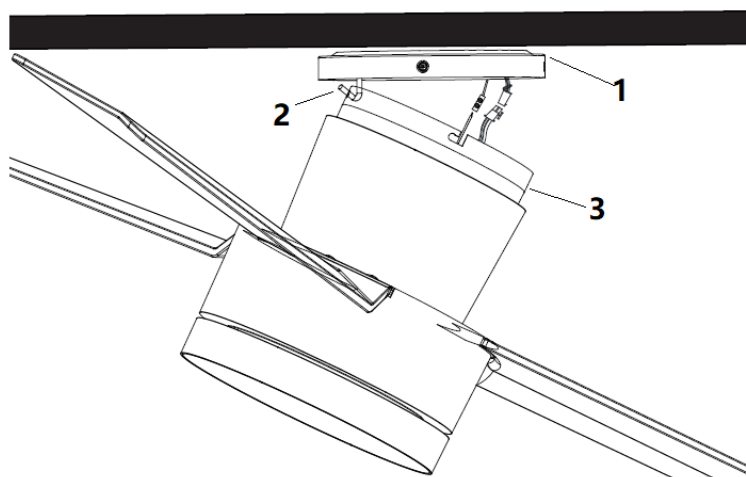

Fig. 5
- Avvicinare il ventilatore preassemblato alla staffa di montaggio (1), infilare il gancio a J (2) della staffa nel foro sulla calotta (3) e agganciare il ventilatore. Fig. 5
- Collegare il connettore maschio al connettore femmina (4). Fig. 5